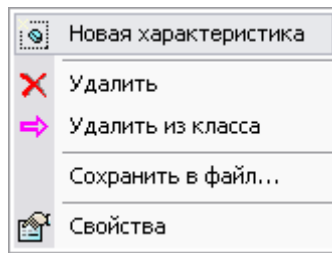

Рис. 84
3. В появившемся контекстном меню выберите пункт **Новая характеристика** (Рис. 84).
С характеристиками можно проделать следующие операции (Рис. 84):